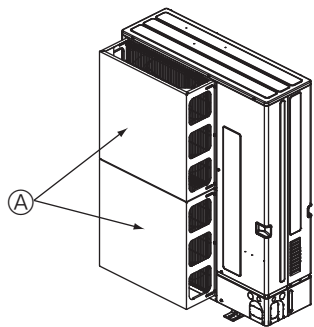

Fig. 2-16
- ① Установите дополнительную защитную направляющую потока воздуха, если прибор устанавливается в местности, где наблюдаются ураганы с сильным ветром, который может дуть непосредственно в воздуховыпускное отверстие. (Fig. 2-16)